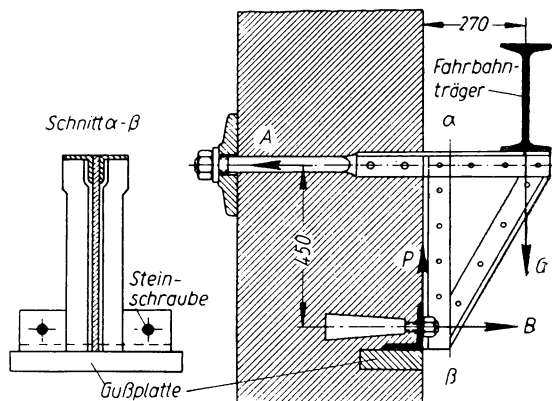

Bild 166
**300.** Der Fahrbahnträger eines Laufkrans, parallel zur Gebäudewand in 270 mm Abstand angeordnet, ist auf Kragträgern (Konsolen) nach Bild 166 gelagert. Diese stützen sich unten mittels eines angenieteten Winkelstahls auf eine in die Wand eingemauerte Graugußplatte und sind bei  $A$  mit einer Ankerschraube, bei  $B$  mit zwei Steinschrauben an der Wand befestigt. Welche Kräfte haben die Schrauben und die Graugußplatte aufzunehmen, wenn der Fahrbahnträger einen senkrechten Auflagerdruck  $G = 2300 \text{ kg}$  ausübt?